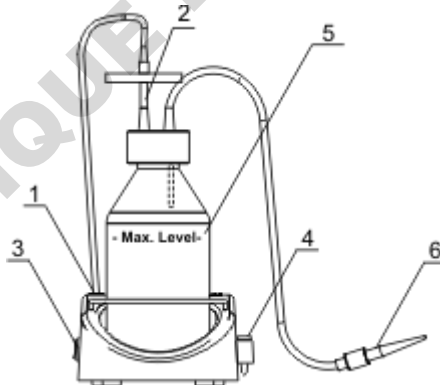
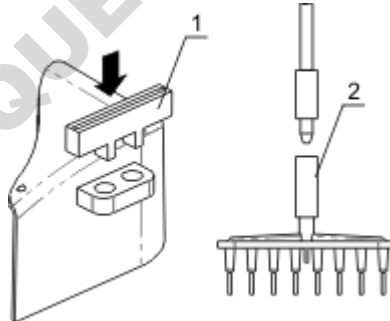

Fig. 1 Appareil assemblé
Fig.2 Installation de l'extrémité d'aspiration optionnelle MA-8
- Le niveau du tampon collecté ne doit pas excéder le niveau maximal (voir la Figure 1/5). Videz la fiole collectrice lorsque le liquide a atteint son niveau maximal. Prenez les précautions nécessaires conformément aux normes générales de laboratoire lorsque vous utilisez des déchets liquides.
- vissez le tuyau de sortie au connecteur femelle de la prise de la pompe (Fig.1/1) situé sur le dessus de l'appareil (en tournant dans le sens des aiguilles d'une montre);
- vérifiez que le filtre soit fermement inséré dans le connecteur (Fig.1/2);
- placez le tube dans le porte-tubes (fig.1/4) situé sur le côté droit du FTA-1.
- retirez les tubes du porte-tubes situé sur le côté droit du FTA-1 (fig.1/4);
- placez le support de stockage MA-8 (fig.1/1) dans le support (fig.2/1);
- retirez l'extrémité d'aspiration standard du tuyau d'entrée de (fig.1/6) et connectez l'extrémité d'aspiration MA-8 (fig.2/2);
- 4.2. Mettez l'appareil sous tension à l'aide de l'interrupteur d'alimentation (**Power**) situé sur la surface latérale (fig.1/3).
- 4.4. Utilisez le mini-support (Fig. 1/4) situé sur le côté droit de l'appareil pour laver et stocker l'extrémité d'aspiration. Le support peut accueillir deux tubes (par ex. pour la solution d'acide chlorhydrique et de distillat).
Attention! Pendant l'utilisation, veillez à ce que le niveau du tampon collecté n'excède pas le niveau maximal (voir la Figure 1/5). Videz la fiole collectrice lorsque le liquide a atteint son niveau maximal (conformément à la section 4.6).
- 4.5. Un fois l'opération terminée, mettez l'appareil hors tension en appuyant sur l'interrupteur d'alimentation (**Power**) (fig.1/3), puis déconnectez le bloc d'alimentation externe du circuit électrique.